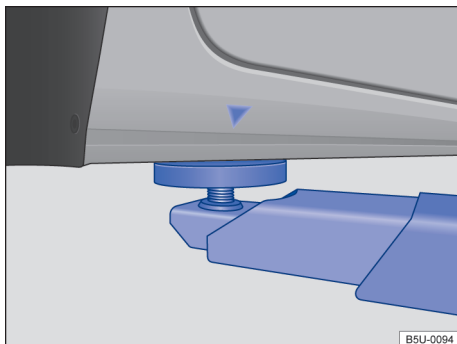
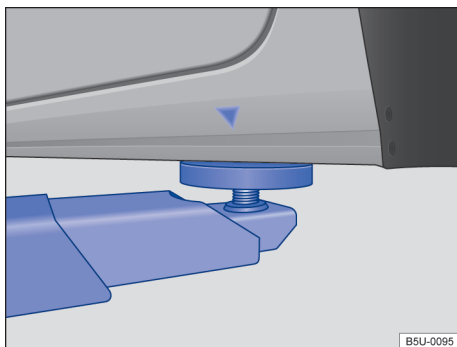

Fig. 169 Pontos de apoio dianteiros para a suspensão com plataforma elevatória ou com macaco.
Fig. 170 Pontos de apoio traseiros para a suspensão com plataforma elevatória ou com macaco.
O veículo deve ser suspenso somente pelos pontos indicados nas figuras → Fig. 169 e → Fig. 170. Se o veículo não for suspenso pelos pontos indicados, podem ocorrer danos no veículo → ⚠️ e ferimentos graves → ⚠️.
- Suspender o veículo somente pelos pontos indicados nas figuras → Fig. 169 e → Fig. 170. Se o veículo não for suspenso pelos pontos indicados, o veículo poderá cair da plataforma elevatória quando, por exemplo, o motor ou a suspensão for desmontado.